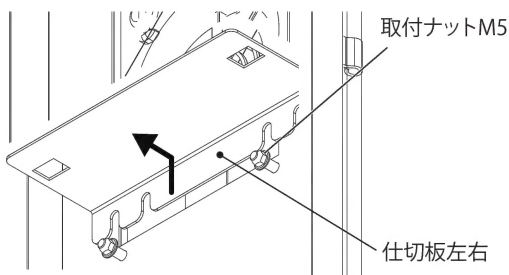

図2
- ステンレスフード付ターボファンおよびブラインドパネルの取付ナット M5 をゆるめ仕切板左右を取外してください。(図 2)
- 仕切板左右を取付ナット M5 で元の位置へ取付けてください。(図 2)